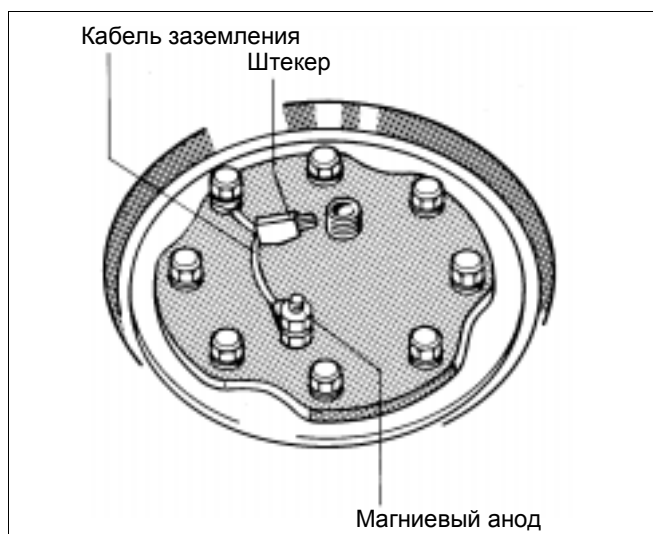

Рис. 6 Принципиальная схема
- Проверьте, правильно ли вставлен магниевый анод, есть ли электрическое соединение между анодом и бойлером, т.е. подсоединен ли кабель заземления (рис. 6).
- Перекрыть подачу холодной воды, открыть слив (EL). Для удаления воздуха открыть вышерасположенный водоразборный кран.
- Заново уплотнить магниевый анод (рис. 6 и 10).